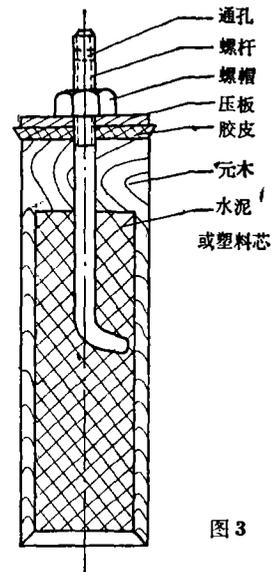

图3
5. 水泥浆灌注高度的测定：我们设计了一种探位器，结构如图3，用木头车成空心元筒，插入提升螺杆，用水泥或塑料填满，使其比重在1.4~1.5左右。使用时用水文绳下入孔内，由于其比重大于水或普通泥浆而下沉，当到达水泥浆面时又因比重小于水泥浆